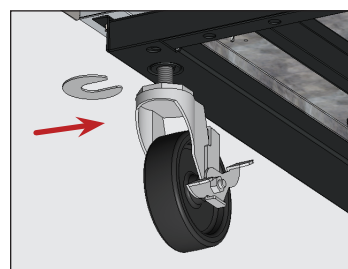

Fig. 9. Inserire lo(gli) spessore(i) della ruota. Assicurarsi di stringere a sufficienza il perno della ruota.
5. Nell'estremità inferiore dell'apparecchio, allentare il bullone della ruota orientabile quanto basta per inserire gli spessori in dotazione tra la ghiera della ruota e la guida inferiore dell'apparecchio. Vedere fig. 9.
6. Installare il numero desiderato di spessori. Vedere fig. 9.